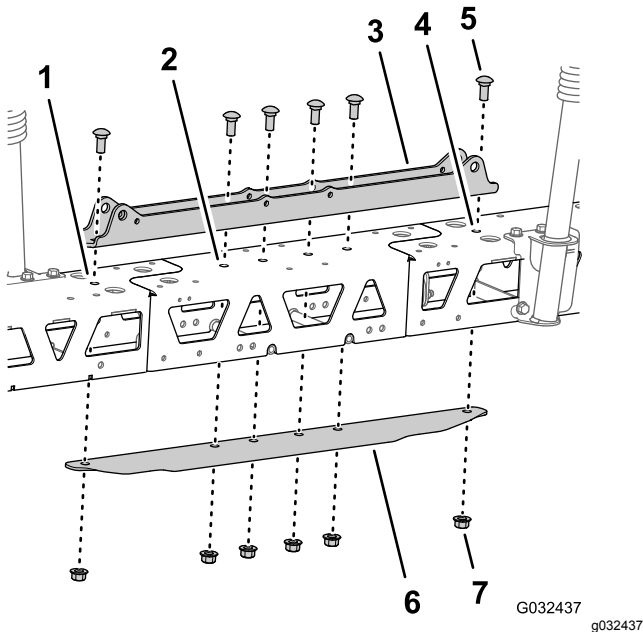

Bild 55
5. Fluchten Sie die Löcher in der Zylinderbefestigung mit den Löchern an der Mittellinie des Trägersrahmens und der mittleren Auslegersektion aus (Bild 55).
6. Setzen Sie die Verbindungsplatte in den Trägerrahmen und die mittlere Auslegersektion ein und fluchten Sie das Loch in der Verbindungsplatte mit den Löchern an der Mittellinie der Trägerrahmen und der Auslegersektion aus (Bild 55).
7. Bauen Sie die Zylinderbefestigung, die Träger, die mittlere Auslegersektion und die Verbindungsplatte mit den zwei Schlossschrauben (1/2" x 1-1/4") und den zwei Sicherungsbundmutter (1/2"), die Sie in Schritt 2 in Entfernen der Träger des mittleren Sprühabschnitts \(Seite 28\) entfernt haben, und den vier Schlossschrauben (1/2" x 1-1/4") und den vier Sicherungsbundmutter (1/2") vom Finishingkit für das GeoLink-Sprühsystem (Bild 55) zusammen.